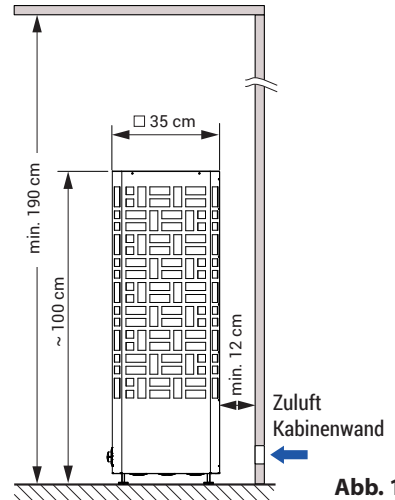

Abb. 1
- Bei der Montage des Saunaheizgerätes ist darauf zu achten, dass der waagrechte (seitliche) Abstand zwischen Ofen und Kabinenwand mindestens 12 cm beträgt (Abb. 1).